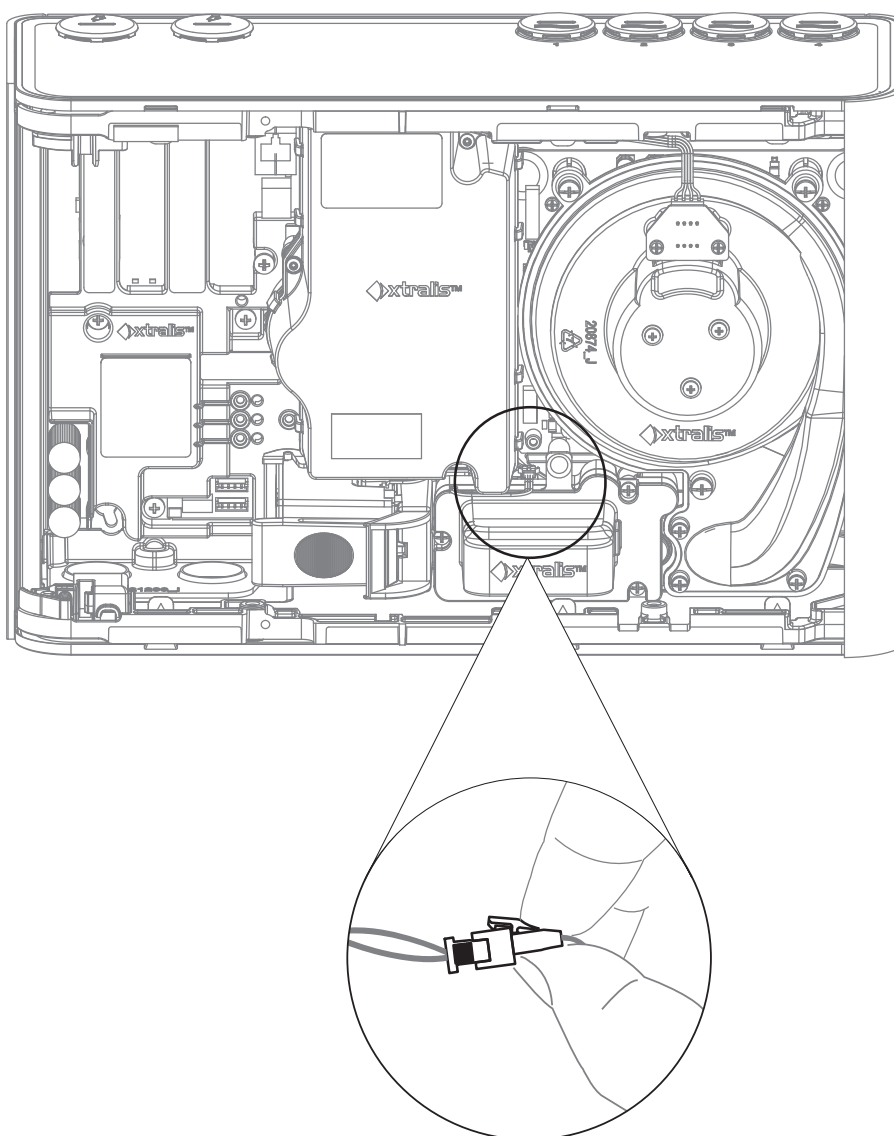

Figura 7-20: Suelte el cable del módulo de muestreo
4. Haga presión sobre la palanca del conector para soltar el enganche (Figura 7-20).